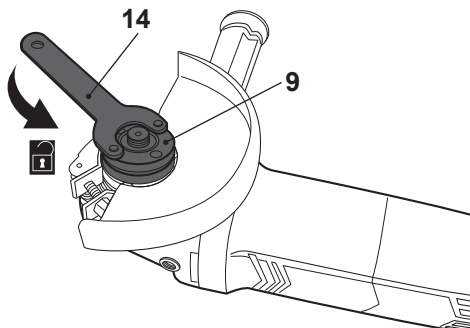

Fig. 11
> Mantenga presionado el botón de bloqueo del husillo (1) y afloje la brida de apriete (9) en sentido antihorario con la llave (14) (Fig. 11).